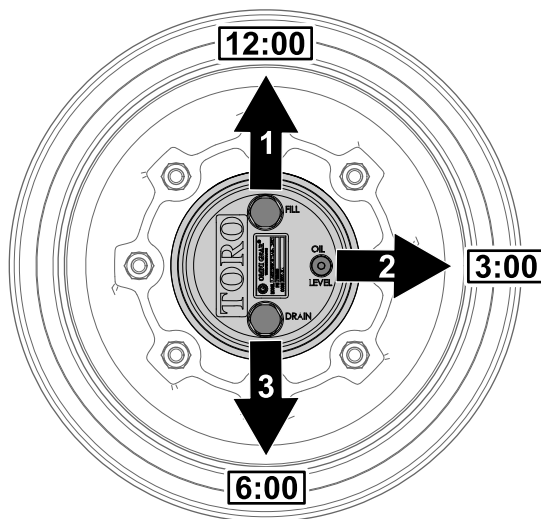

Bild 90
1. Parken Sie die Maschine auf einer ebenen Fläche und positionieren Sie das Rad so, dass die Füllschraube auf 12 Uhr, die Prüfschraube auf 3 Uhr und die Ablassschraube auf 6 Uhr steht (Bild 90).
2. Entfernen Sie die Prüfschraube, die auf 3 Uhr steht (Bild 90).
1. Parken Sie die Maschine auf einer ebenen Fläche und positionieren Sie das Rad so, dass die Füllschraube auf 12 Uhr, die Prüfschraube auf 3 Uhr und die Ablassschraube auf 6 Uhr steht, siehe Bild 90 in Prüfen des Ölstands im Planetengetriebe \(Seite 63\).